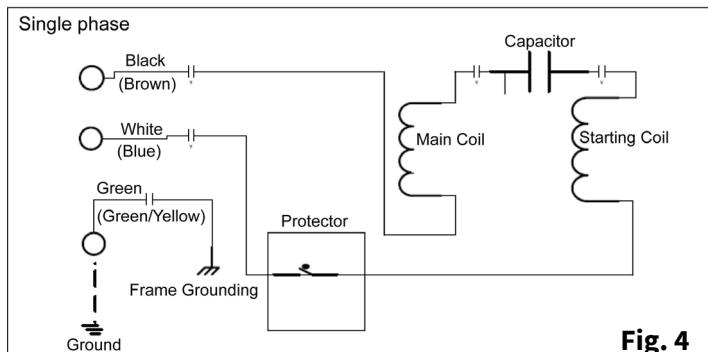

Fig. 4
- Verdrahtet wie für das richtige Startsystem angegeben, wie gezeigt in Fig. 4.